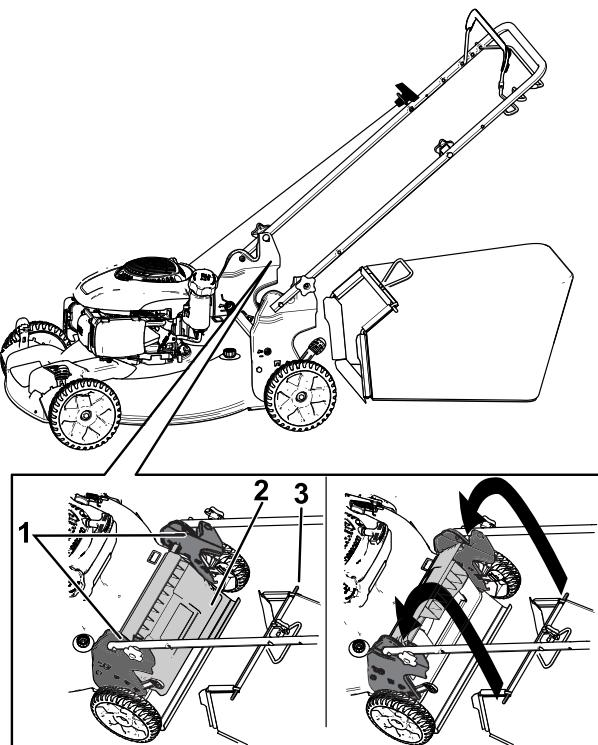

Figura 15
1. Levante y sujetete el deflector trasero (Figura 15).
2. Instale la bolsa de recogida, asegurándose de que los pasadores de la bolsa descansan en las muescas del manillar (Figura 15).